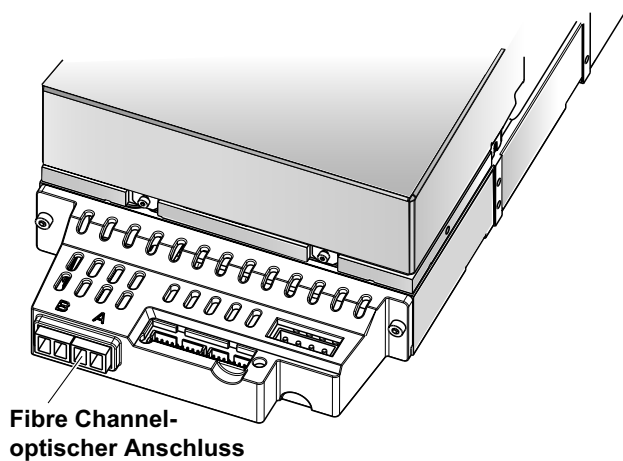

Abbildung 11. FC-optische Anschlüsse auf der Rückseite eines internen LTO-1-FC-Laufwerkes
2. Schließen Sie das Interface-Kabel an einen der beiden LC-optischen Interface-Anschlüsse auf der Rückseite des Laufwerkes an (markiert mit A und B in Abbildung 11 auf Seite 27).